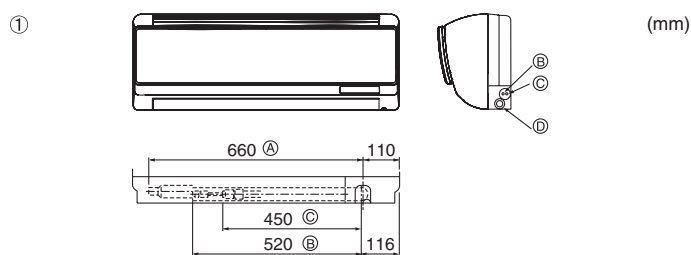

Fig. 4-2
① Posição da tubagem de refrigeração e de drenagem (Fig. 4-2)
- (A) (Comprimento total do tubo flexível)
- (B) Tubo de líquido
- (C) Tubo de gás
- (D) Mangueira de drenagem